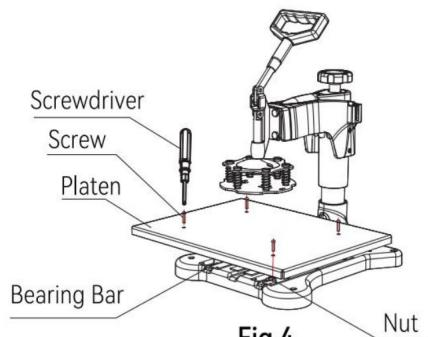

Fig 4
4. Placez le plateau de la table à plat sur la barre de support, alignez le plateau avec le trou de la barre de support, placez la vis et verrouillez-la avec un tournevis (comme indiqué sur la figure 4).